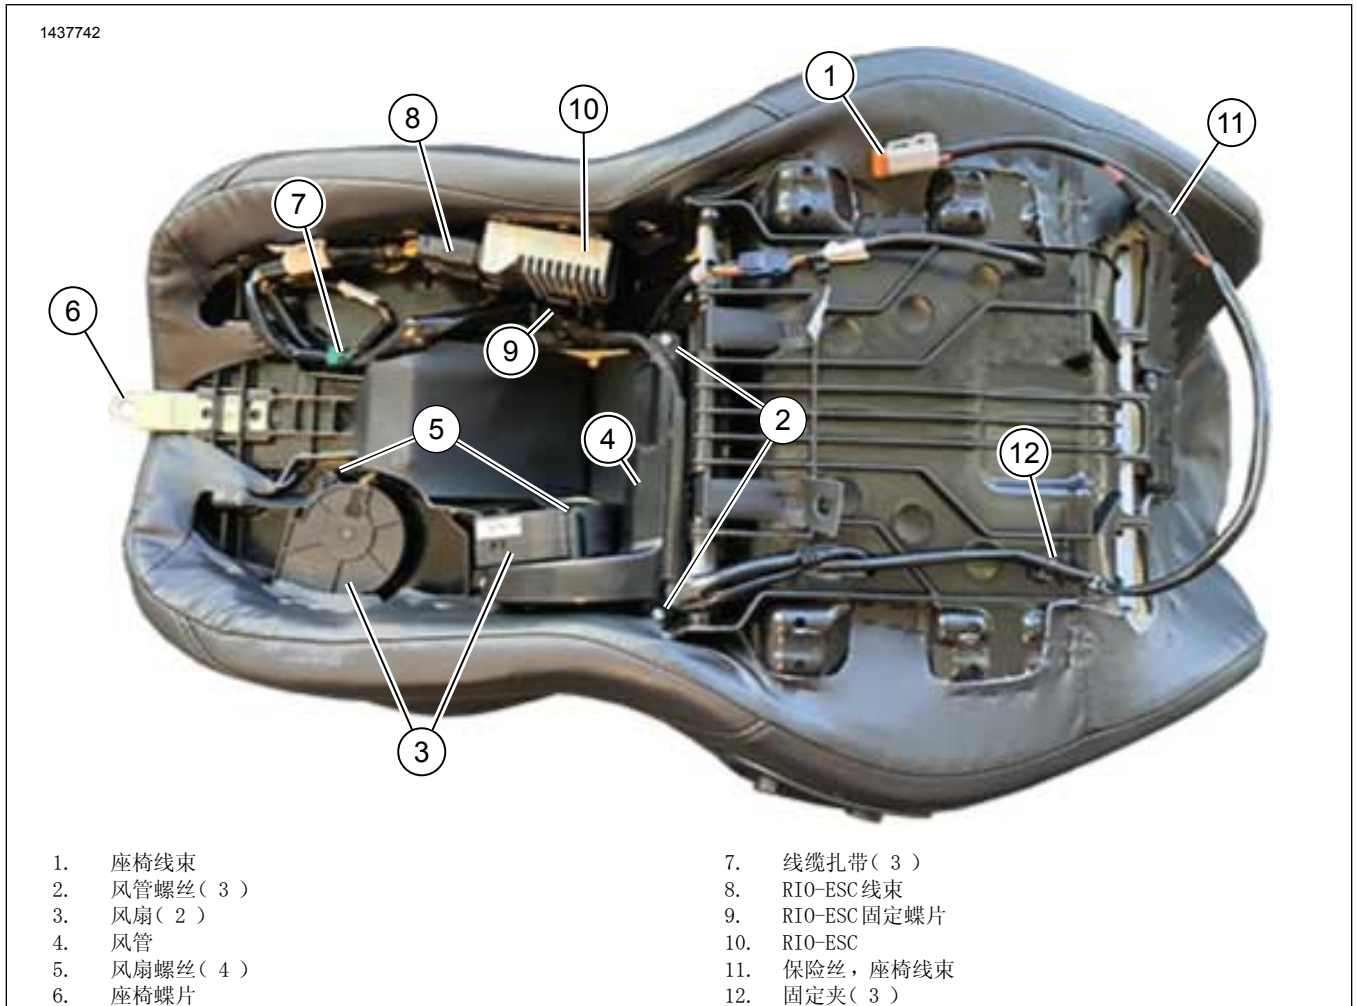
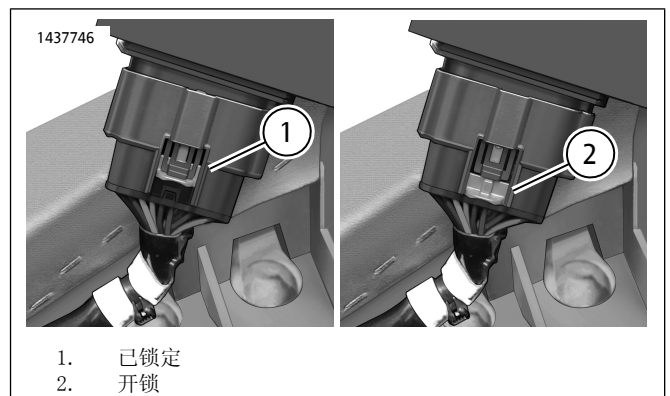

图8。加热/冷却座椅
图10。RIO连接器锁定/解锁位置
1. 参见图8。
2. 参见图8。
3. 参见图10和图8。RIO-ESC更换。
有关以下项目, 请参阅图8。